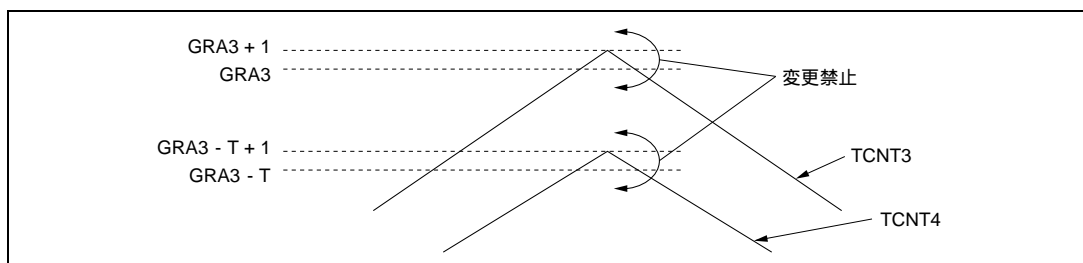

図 10.40 バッファ動作による GR の設定変更時の注意 (1)
GR の内容が  $\text{GRA3} - T + 1 \sim \text{GRA3}$  の範囲内であるとき、この範囲外の値は転送しないでください。また、GR の内容がこの範囲外であるとき、この範囲内の値は転送しないでください。バッファ動作による GR の設定変更時の注意 (1) を図 10.40 に示します。